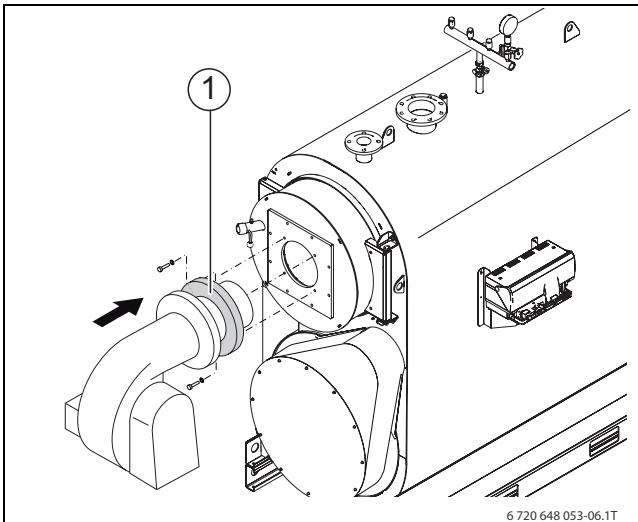

Рис. 17 Установка уплотнения
- ▶ Наденьте уплотнение на трубу горелки (→ рис. 17, [2]).